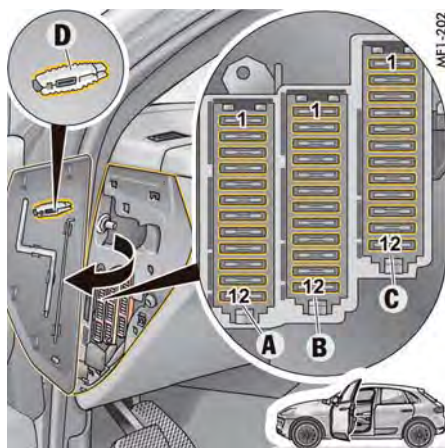

図179: 運転席側ダッシュボードのヒューズ・ボックス
3. ヒューズを点検するため、プラスチック製のヒューズ・リムーバー D (図179) を使用して、スロットから対応するヒューズを引き抜いてください。切れたヒューズは、内部の金属線が溶けていることで判別できます。